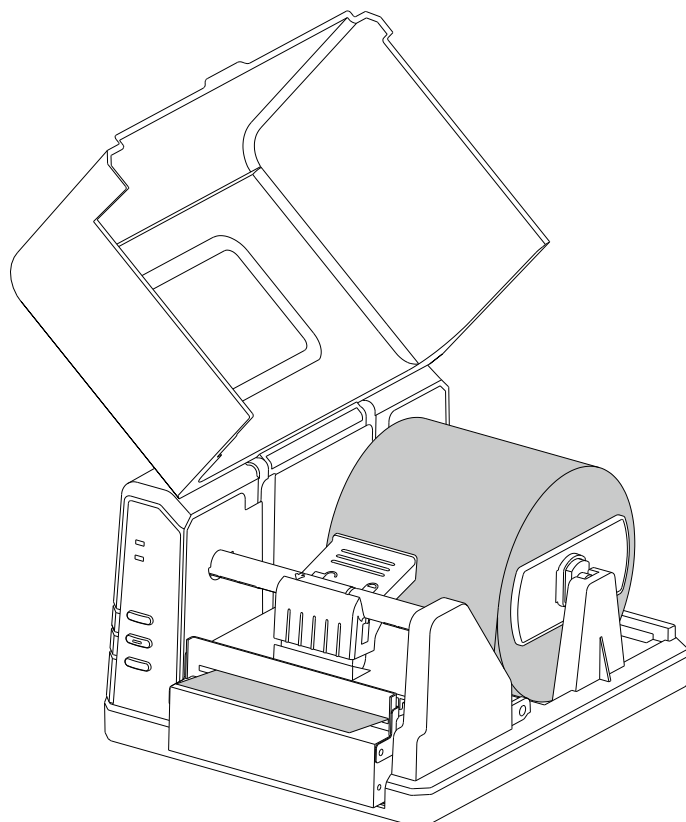

图 2-26
3. 关闭打印机电源，参考标准模式下纸卷安装步骤，安装好纸卷，标签纸需从切刀穿出，如图 2-26 所示。